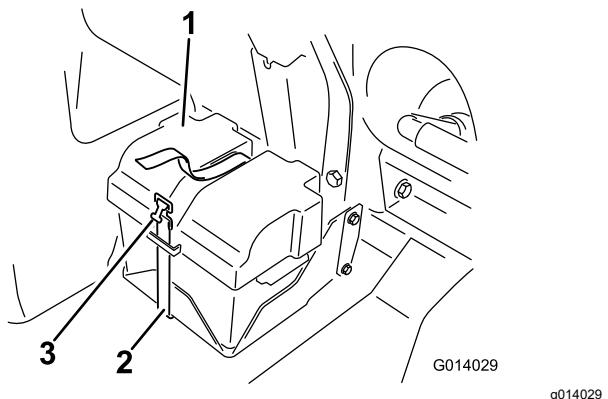

Figura 91
- Retire la tapa de la batería y desconecte el cable negativo de tierra (negro) del borne de la batería (Figura 91).
4. Instale la tapa de la batería y sujetela con la correa que retiró anteriormente (Figura 91).